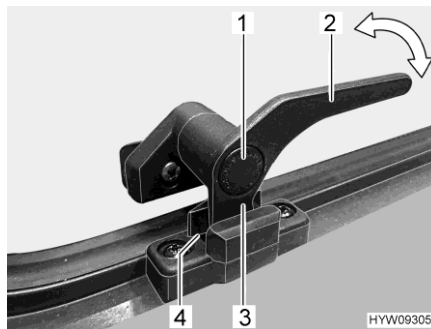

Fig. 65 Palanca de bloqueo (posición de "ventilación continua")
- En la posición "ventilación continua" (Fig. 65)
- Presionar el botón de seguridad (Fig. 65,1) y mantenerlo pulsado.
- Girar la palanca de bloqueo (Fig. 65,3) un cuarto de vuelta hacia la mitad de la ventana.
- Girar de nuevo hacia atrás la palanca de bloqueo. El saliente de bloqueo (Fig. 65,3) de la palanca de bloqueo se ha de introducir para ello en el rebaje del bloqueo de la ventana (Fig. 65,4).
- Soltar el botón de seguridad (Fig. 65,1).